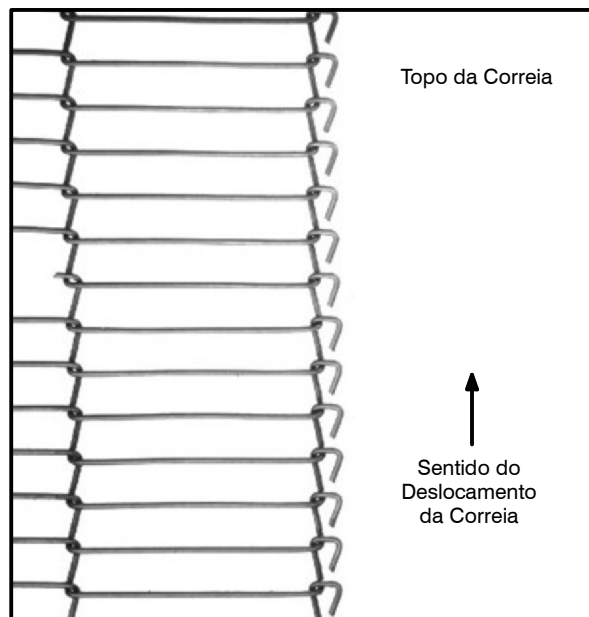

Figura 7
4. Instalar a correia transportadora conforme mostrado. Veja Figura 7 até Figura 13.